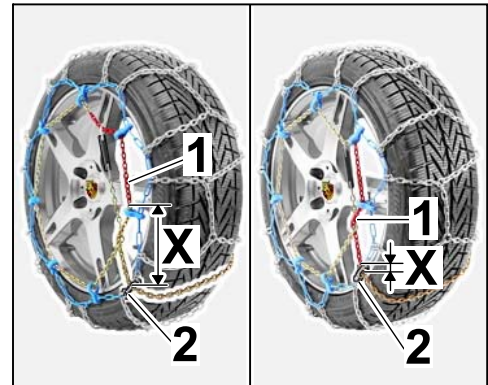

Bild 12
- Rot markierter Bereich der Spannkette muss komplett durch Schlitz Verschlussplatte gezogen sein. Abhängig von der Reifendimension, kann der Abstand des rot markierten Bereiches zum Schlitz Verschlussplatte (Maß X ⇒ *Bild 12-X*) variieren.